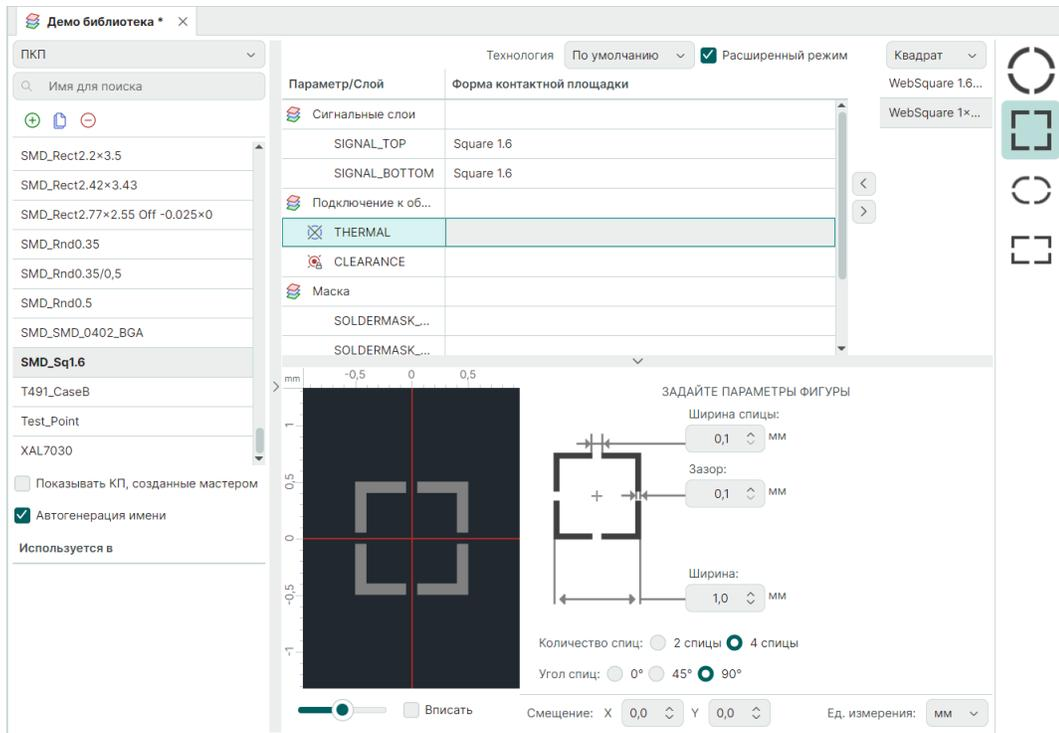

Рис. 63 Выбор параметра «THERMAL» для установки термобарьера
2. Перейдите к параметру «THERMAL», который отвечает за установку термобарьера, см. Рис. 63.